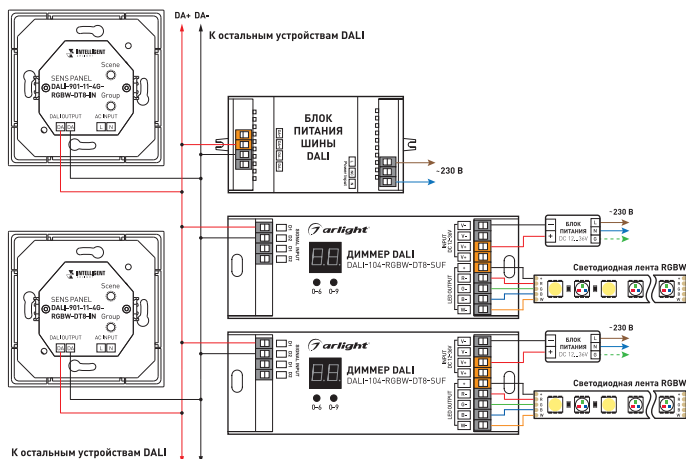
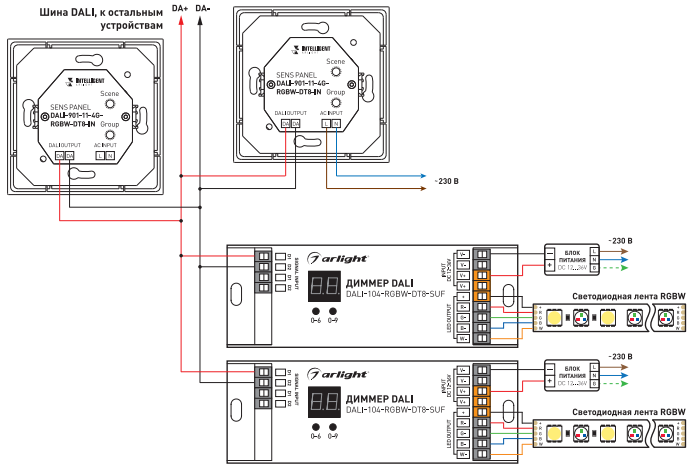
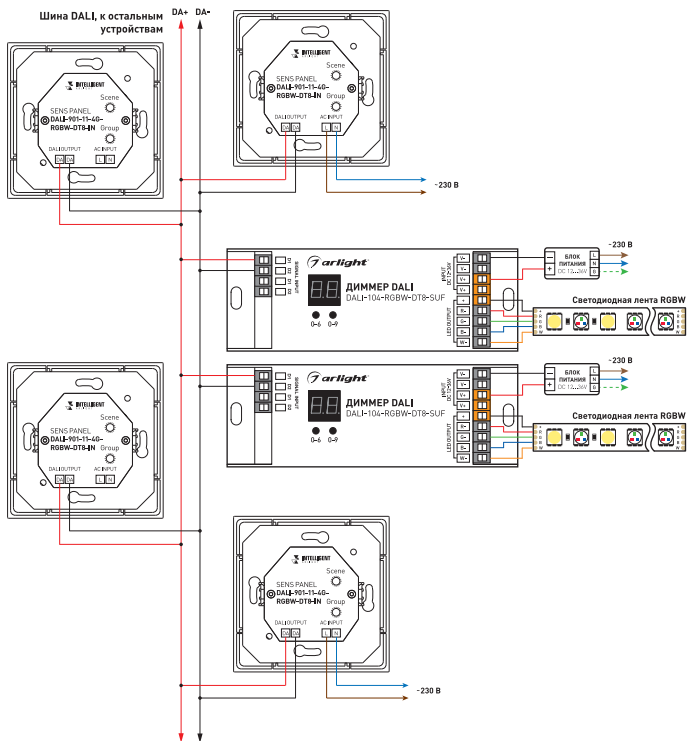

Рис. 1. Схема подключения сенсорной панели с питанием от шины DALI
Рис. 2. Схема подключения сенсорной панели (до 25 управляющих устройств DALI)
Рис. 3. Схема подключения сенсорной панели (до 50 управляющих устройств DALI)
- 3.2. В случае питания сенсорной панели от шины DALI используйте схему подключения на рис. 1. При использовании сенсорной панели как источника питания для подключения до 25 управляющих устройств DALI используйте схему подключения на рис. 2. При использовании сенсорной панели как источника питания для подключения до 50 управляющих устройств DALI используйте схему подключения на рис. 3.